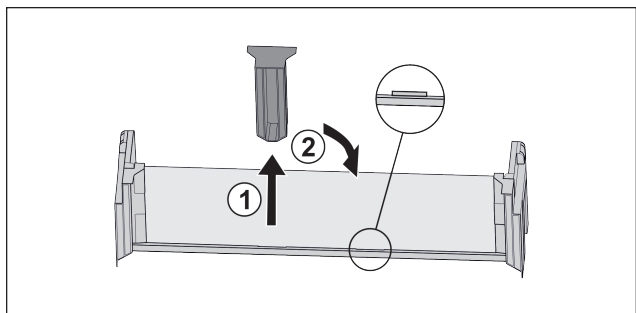

Fig. 20
- Stiahnite stredný prídržný diel Fig. 20 (1).
- Nasadte stredný prídržný diel do druhej pozície Fig. 20 (2).